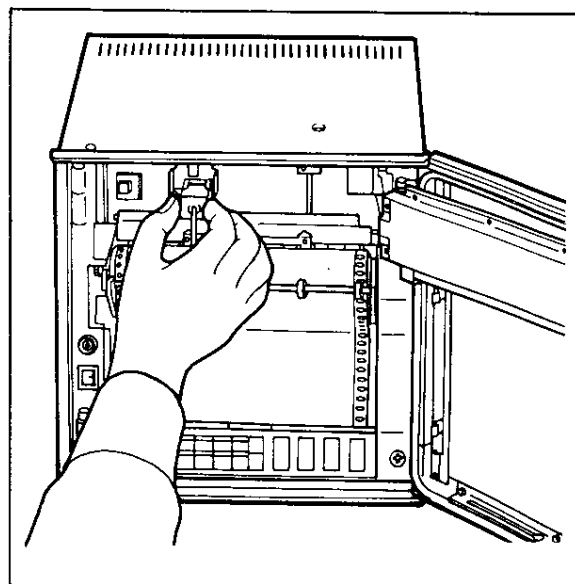

図 5.16
- (3) フェルトペンをつまみ、ペンホルダより引きぬきます(図5.16)。
- (4) 新しいフェルトペンをペンホルダにはめ込み固定します(図5.16)。